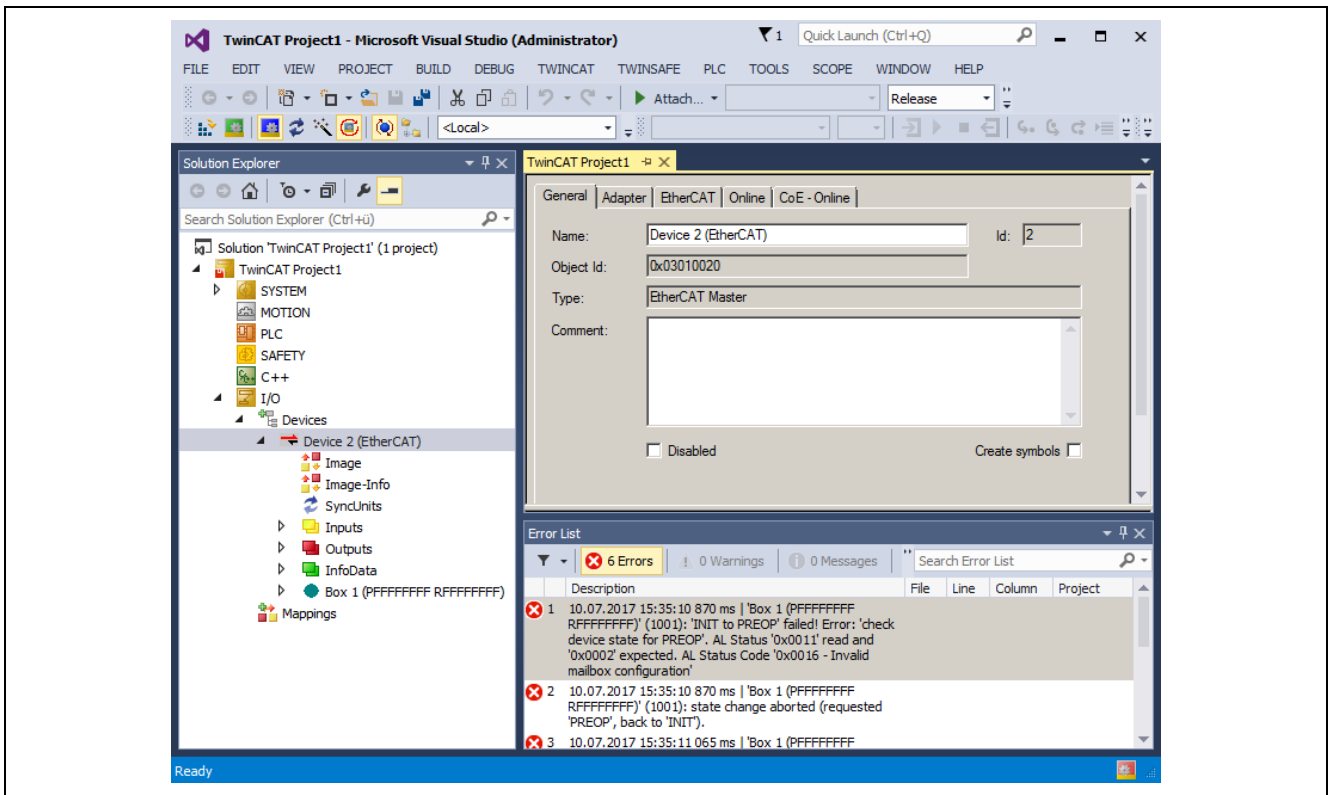

図 4.5 デバイスのスキャン結果
- (5) スキャン結果は、EEPROM にデータが書き込まれるまで “Box 1 (Pxxxxxxxx Rxxxxxxxx)” と表示されます (図 4.5 参照)。EEPROM が書き換えられると、Box 1 には “Drive x (DRIVE IT! CiA402)” と表示されます。EEPROM の書き換えについては 4.2 章で説明します。